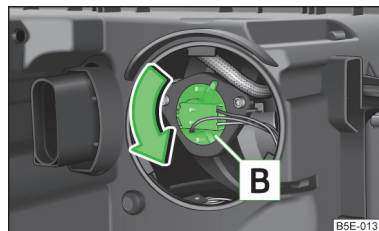

Fig. 177
- Girar el portalámparas **B** » fig. 177 hasta la tope en el **sentido contrario** al de las agujas del reloj y retirar.